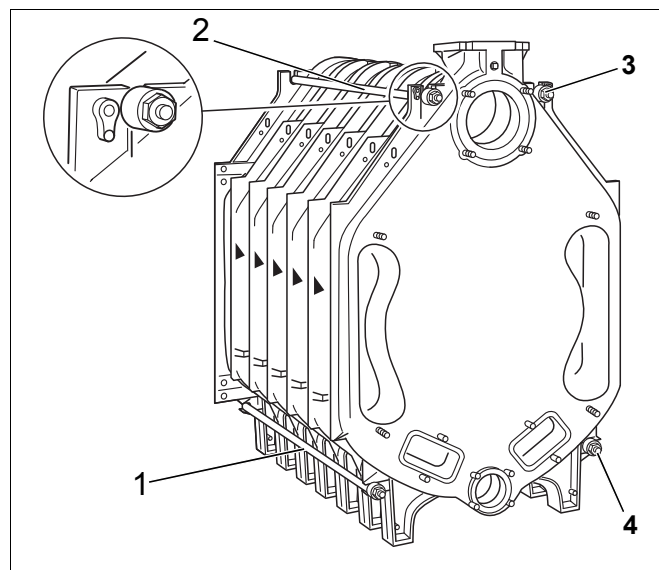

Рис. 22 Установка анкерных штанг
- ▶ Вставьте анкерные штанги с надетыми пакетами пружин в литые выступы слева и справа, сверху и снизу рядом со ступицами котлового блока (рис. 22, [1] - [4]).